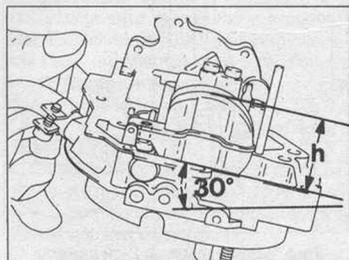

Рис. 3.3 Контрольные размеры положения поплавка (Глава 16)
- 6 Нельзя отрегулировать установку верхнего положения поплавка, так как это зависит от веса поплавка, находящегося между 5.75 - 5.95 граммами. Однако, возможно проверить начальную установку следующим образом. Переверните крышку карбюратора, измерьте расстояние от поверхности разреза до самого дальнего края поплавка (Рис. 3.3). Шар пружины натяжения в игольчатом клапане не должен быть нажат в течение контроля. Расстояние дол-